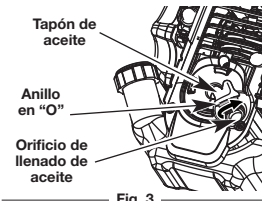

Fig. 3
3. Saque el tapón de aceite/ varilla de medición del cigüeñal (Fig. 3).